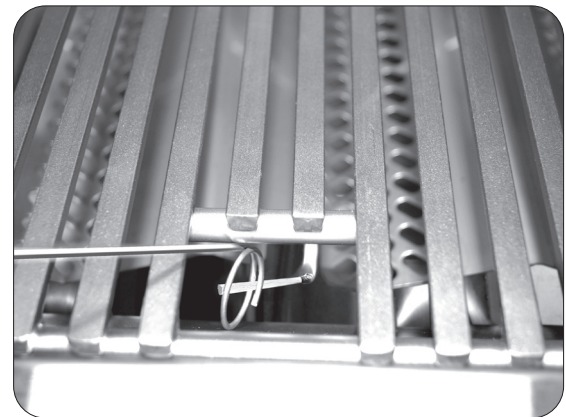

Fig. 30-2 - Éclairage manuel
**ATTENTION:** Attendez toujours cinq (5) minutes le gaz pour se dégager après que n'importe quelle tentative non réussie d'éclairage.
2. Insérez un allumeur brûlant de butane de long-baril, une allumette brûlante de long-tige, ou une allumette brûlante tenue par un support de prolongation de fil par la grille à cuire s'ouvrant au dessus du brûleur (fig. 30-2).
4. Si le brûleur ne se allume pas dans les cinq (5) secondes de tourner le bouton de commande, enfoncez immédiatement le bouton et tournez la valve à **AU LOIN**. **ATTENDEZ CINQ (5) MINUTES** avant de répéter les étapes 2 à 4 des instructions manuelles d'éclairage.